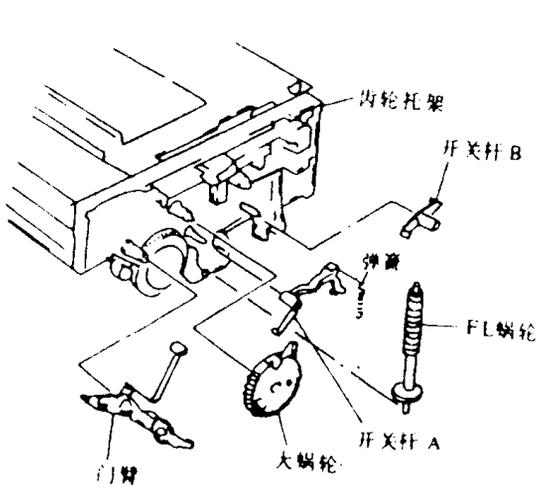

图 1-21
步骤: ①拉出 FL 蜗轮。如图 1-21 所示。
②拉出门臂。
③拉出大蜗轮。
④拆卸开关杆 A 和齿轮托架之间的弹簧。
⑤拉出开关杆 A 和开关杆 B。